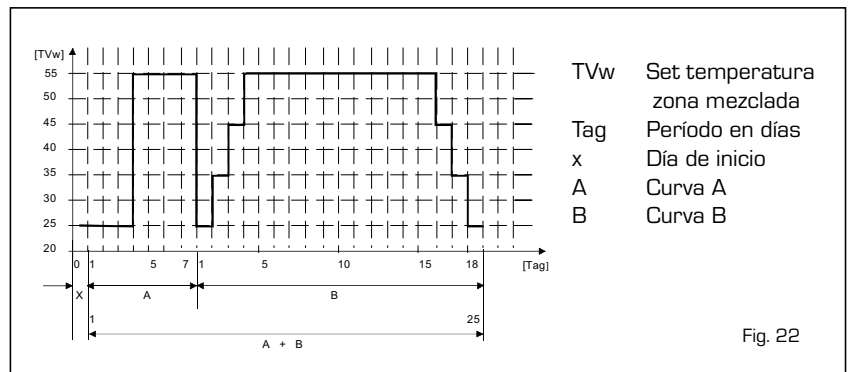

Fig. 22
4.5.3 Diagnóstico y remedio BOMBA INSTALACIÓN ALTA EFICIENCIA (fig. 22/b)